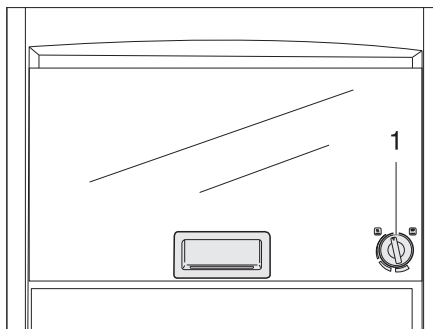

Fig. 344 Forno a gas (Dometic)
- Premere leggermente il pomello girevole (Fig. 344,1) e ruotarlo verso sinistra in una posizione a piacere.
- Ruotare il pomello girevole (Fig. 344,1) su "O". La fiamma si spegne.